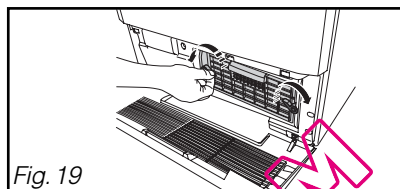

Fig. 19
- Déverrouillez le condenseur (Fig.19).